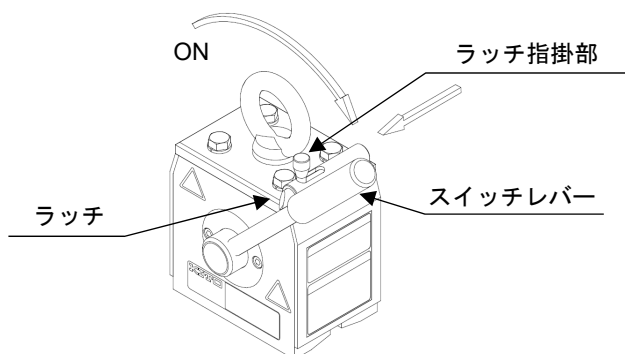

図10-1 KRD8、KRD16
- ⑤ スイッチレバーのON
- ⑤-1 KRD8、KRD16 図10-1